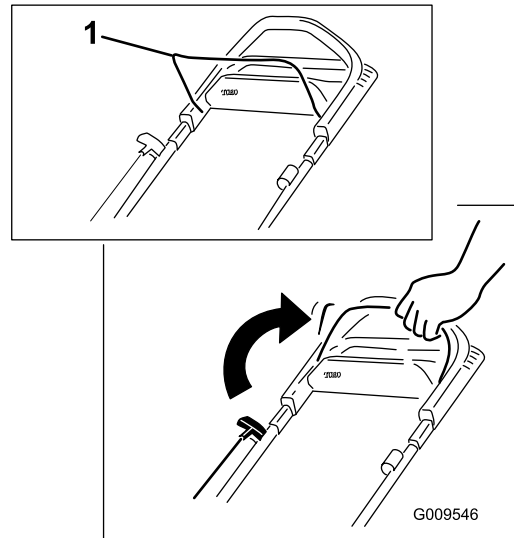

Bild 14
1. Drücken Sie den Schaltbügel gegen den Holm (Bild 14).